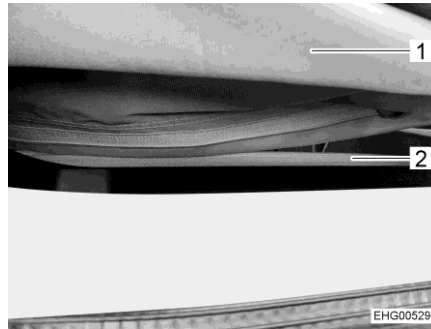

Bild 49 Reißverschluss
- Reißverschluss (Bild 49,2) an der Unterseite des Faltenbalgs (Bild 49,1) vollständig öffnen.